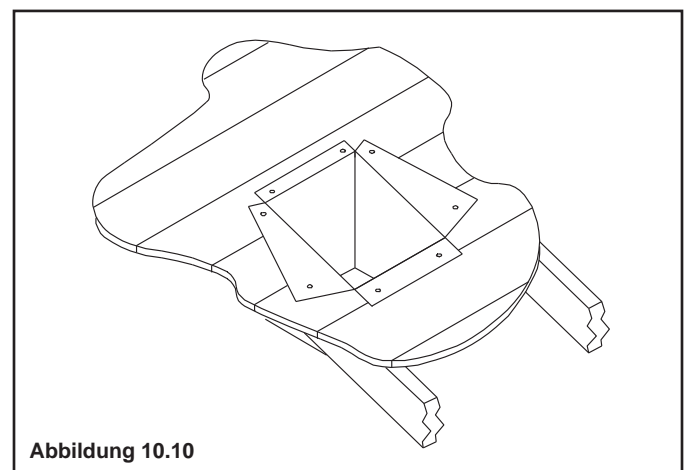

Abbildung 10.10
- Schneiden Sie den Aufnahmekasten von den oberen Ecken nach unten bis zur Dachlinie mit einer Blechschere auf und falten Sie die dadurch entstehenden Klappen auf das Dach. Siehe Abbildung 10.10.